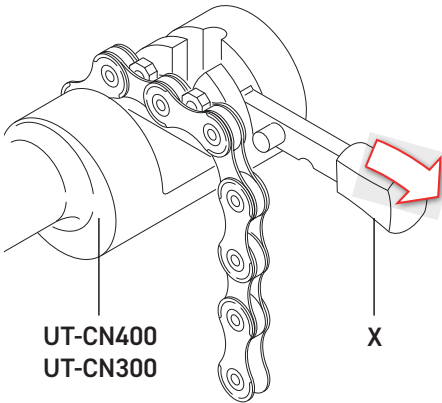

Fig.11
- Inserire la maglia da chiudere nelle apposite sedi (Fig. 11).